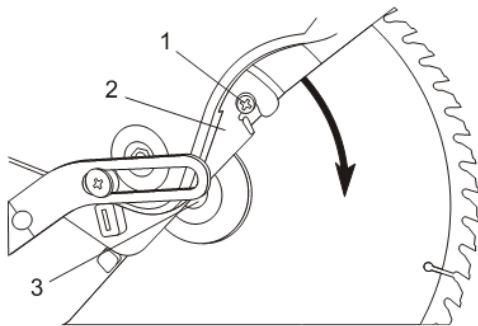

Fig. 32
1. Relevez la tête de coupe jusqu'à sa hauteur maximale (Fig. 32).
2. Utilisez un tournevis n° 2 \oplus (non inclus) et desserrez la vis (1) du protège-lame secondaire (2).
3. Faites glisser le protège-lame secondaire vers le haut pour exposer la vis de lame (3).
6. Abaissez le protège-lame secondaire (2) de manière à ce que la fente s'insère derrière la tête de la vis (1) (Fig. 32).